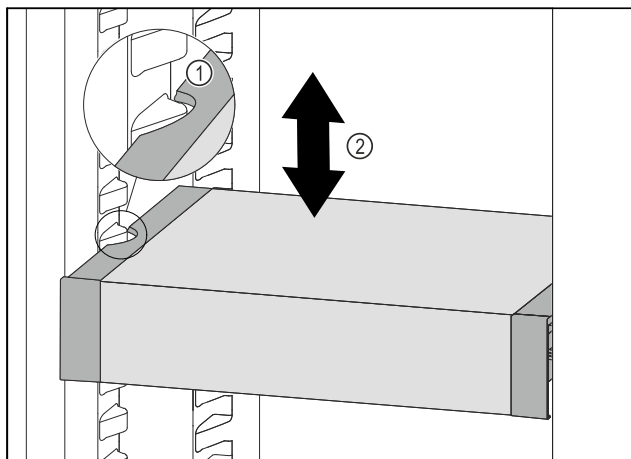

Fig. 109
- ▶ VarioSafe ťahajte dopredu, dokým sa bočné vybrania VarioSafe nebudú nachádzať vo výške rebra nádoby v chladničke. Fig. 109 (1)
- ▶ VarioSafe v chladničke presúvajte nahor alebo nadol, dokým sa dosiahne požadovaná výška. Fig. 109 (2)